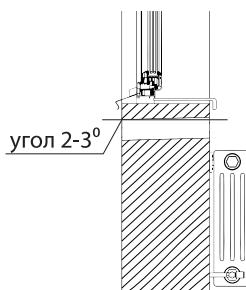

Рис. 4
2. В размеченном месте сверлится отверстие, на всю толщину стены, диаметром 82 мм, с углом наклона в сторону улицы 2-3 градуса (Рис.4).
2. В размеченном месте сверлится отверстие, на всю толщину стены, диаметром 80 мм, с углом наклона в сторону улицы 2-3 градуса (Рис.4).